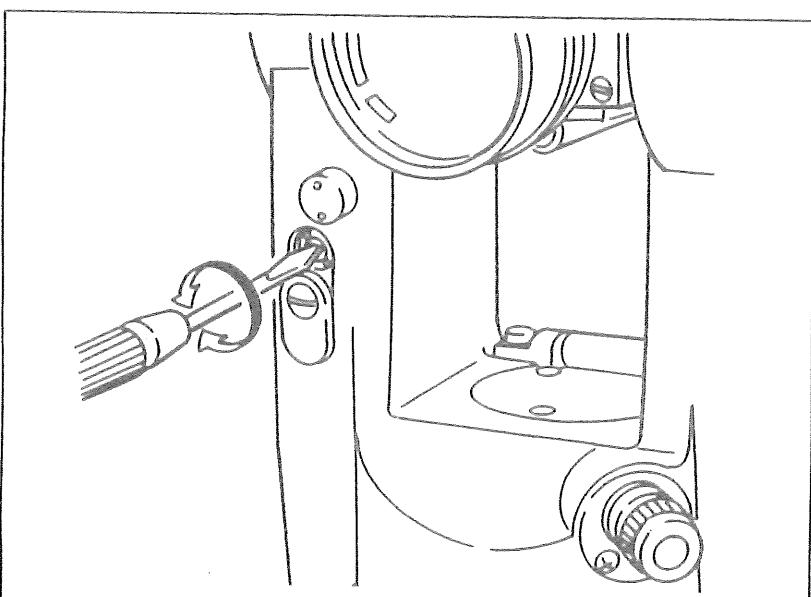

図29
- ④マイクロメータノブを回し、マイクロ目盛 $45' 11''$ をV溝指標に合わせます。
- ⑤零点調整ねじをねじ回して回転し(図29)、 $283^\circ$ の刻線を中央インデックス2本線の中心に入れます。
- ⑥再度点検をします。